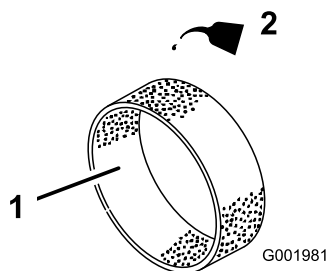

Figura 25
- Ponga 30-60 ml de aceite en el elemento (Figura 25).